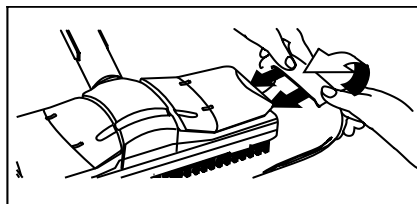

Figura 9
- Fixați cârpa de șters (H3) pe duza de curățare a podelelor (H1). Pentru aceasta, împăturiți cârpa de șters pe lungime și așezați pe ea duza de curățare a podelelor. După aceea, trageți pe rând colțurile cârpei de șters, care ies în afară, și prindeți-le sub clemele de fixare (H2) (vezi figura 9).